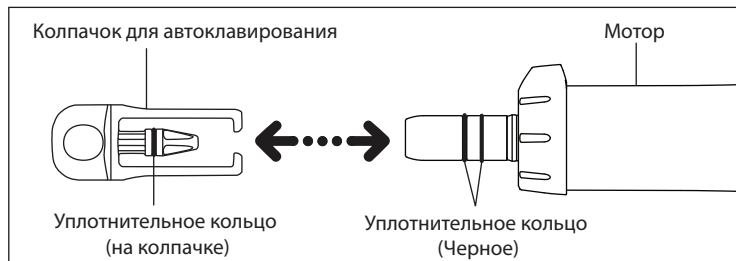

Рис. 3
- Наденьте колпачок для автоклавирувания на мотор. (Рис.3)